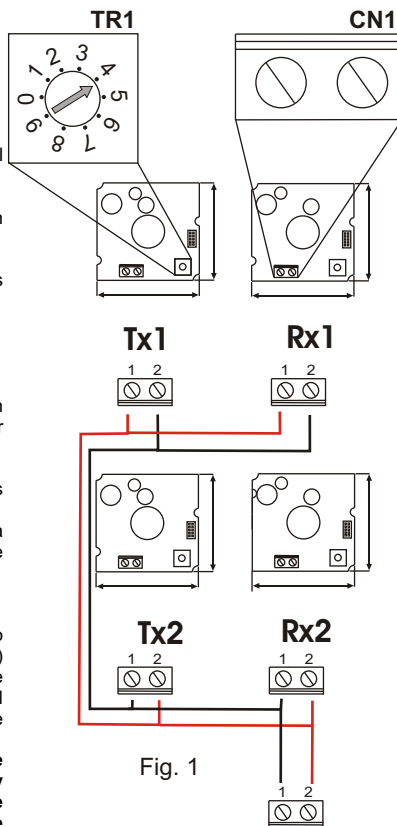

Fig. 1
- Llevar los dos cables del TX al conector CN1 como indicado en Fig. 1